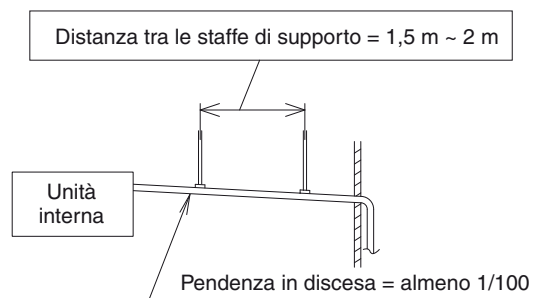

Fig. 3-8
- Conferire al tubo rigido di scarico una pendenza in discesa di almeno 1/100 dal collettore di scarico. (Fig. 3-8)